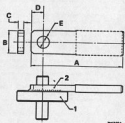

Abb. A.30
9. Werkzeug herstellen und verwenden, um den Räderzug zu sperren während die Haltemutter des Antriebswellenrades gelockert wird. Altes Zwischenrad und Stahlstab der in Abb. A.30 aufgeführten Abmessungen als Werkzeug verwenden.
10. Ein Loch von 19,05 mm ($3/4"$) Durchmesser in die Stange bohren wie in Abb. A.30 gezeigt und die Stange am alten Zwischenrad elektroverschweißen. Die Stange dort wo sie mit der Kurbelwelle in Berührung kommt mehrfach umwickeln.